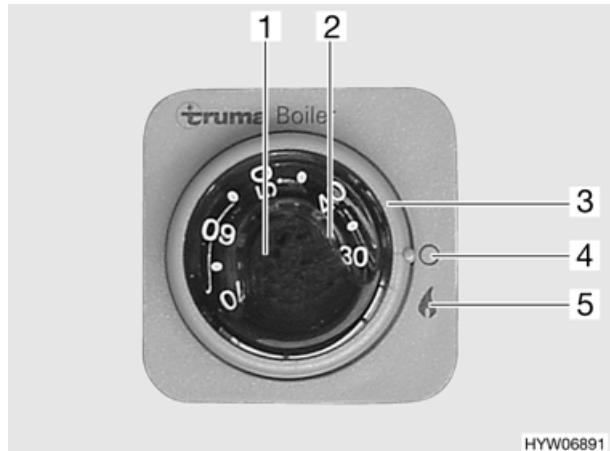

Fig. 60 Interruttori di comando per boiler Truma
- Accendere il boiler agendo sull'interruttore girevole (Fig. 60,3) posizionandolo su "▲" (Fig. 60,5). La luce spia verde "Funzionamento" illumina la manopola (Fig. 60,1). In caso di guasto si accende la luce spia rossa (Fig. 60,2) (vedi capitolo 14).
- Impostare con la manopola (Fig. 60,1) la temperatura desiderata dell'acqua.
- Ruotare l'interruttore girevole (Fig. 60,3) su "○" (Fig. 60,4).
In caso di guasto si accende la luce spia rossa (Fig. 60,2) (vedi capitolo 14).
- Spegnere il boiler. Ruotare del tutto a sinistra la manopola (Fig. 60,1).